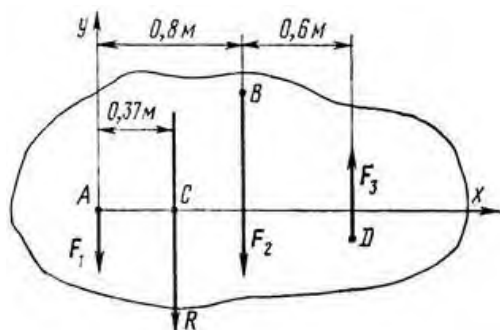

Рисунок 9
4. К телу в точках А и В приложены параллельные силы $F_1 = 20$ Н, $F_2 = 60$ Н и $F_3 = 18$ Н (рис. 9). Определить модуль, направление и линию действия равнодействующей.